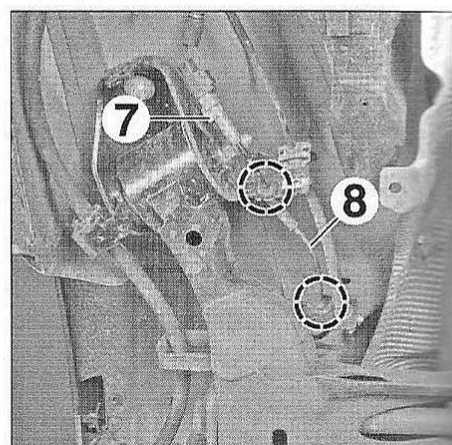

FIG.66
- Débrancher le connecteur (7) (Fig.66).
- Dégrafer le faisceau (8).